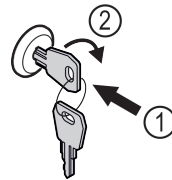

Fig. 192
- ▶ 按入钥匙。 Fig. 192 (1)
- ▶ 将钥匙顺时针转动 90°。 Fig. 192 (2)